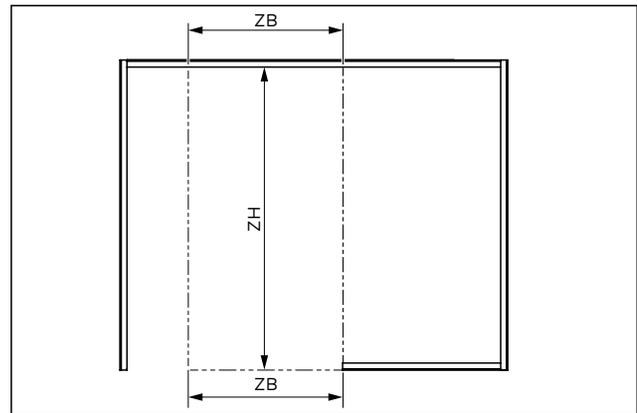

Abb. 19 Beispiel der Abmessungen für den Einbau der Zarge am Montageort
2. Die Abmessungen für den Einbau der Zarge aus der projektbezogenen Anlagenzeichnung mit dem Montageort (Abb. 19) abgleichen.